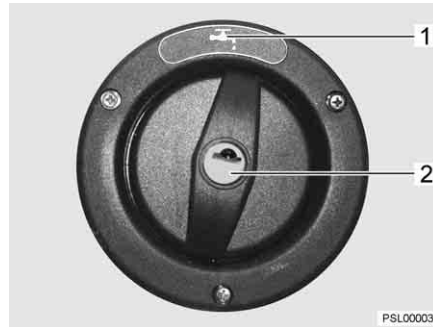

Fig. 50 Couvercle de fermeture pour bec de remplissage d'eau potable
- ▷ Le bec de remplissage d'eau potable est désigné par le symbole "☉" (Fig. 50,1).
- Insérer la clé dans le barillet (Fig. 50,2) et la tourner dans le sens inverse des aiguilles d'une montre.